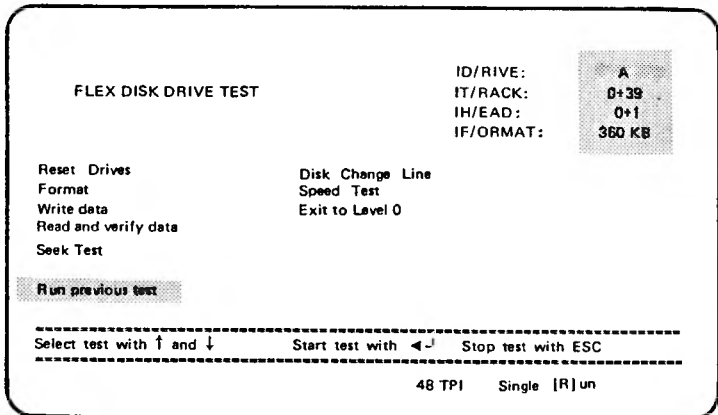

Abbildung 3-7 Eingangsmenu
5. Das Menu von Abbildung 3-7 wird nun angezeigt.